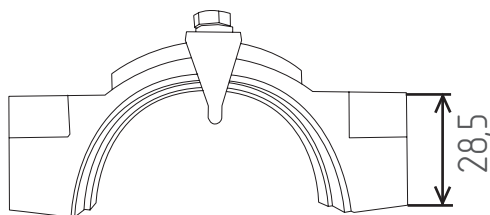

Рис. 5
9. Произведите измерения высоты бугеля согласно **Рис. 5**. В случае, если высота бугеля меньше 28,5 мм, убедитесь, что торец вилки актуатора не задевает дно подвижного фланца.